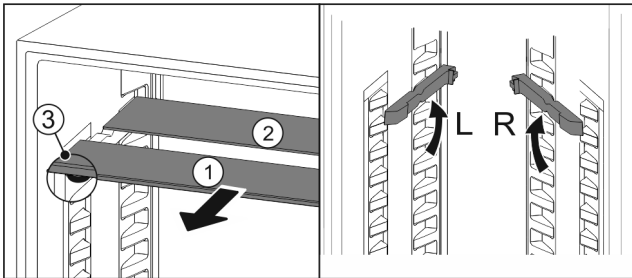

Fig. 69
- Sortir les tablettes par l'avant Fig. 69 (1).
- ▷ La tablette en verre Fig. 69 (1) avec bordure décorative est située à l'avant.
- ▷ Les butées Fig. 69 (3) sont orientées vers le bas.